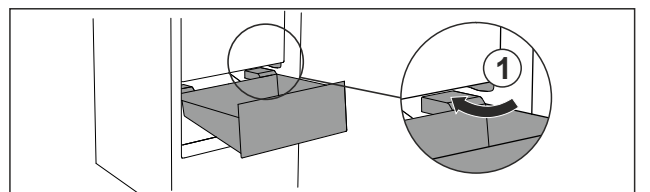

Fig. 87
- ▶ Juhtige sahtel kaldu ümber pidurite Fig. 87 (1).